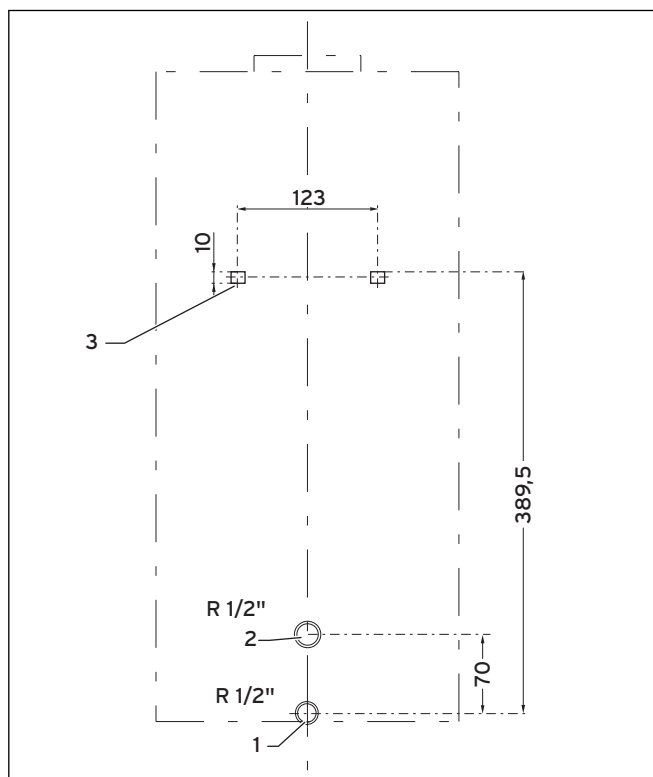

Abb. 3.2 Wandvorinstallation
- Lösen Sie die Sicherungsschraube **(7)** vollständig und befestigen Sie das Gerät in der Wand (siehe Abb. 3.2)